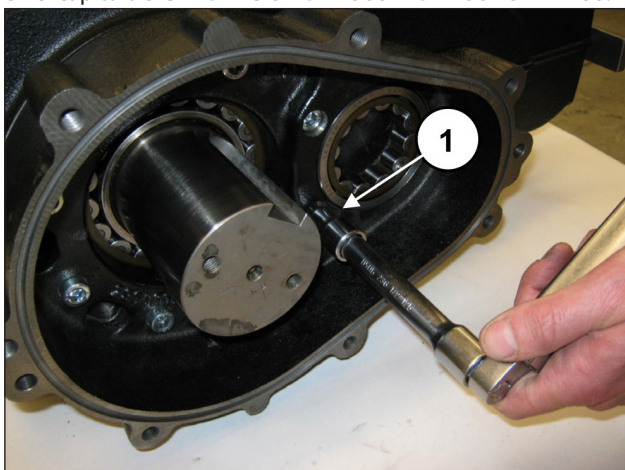

Fig. 64
Apretar los 8 tornillos M10x40 (pos. ①, Fig. 64).